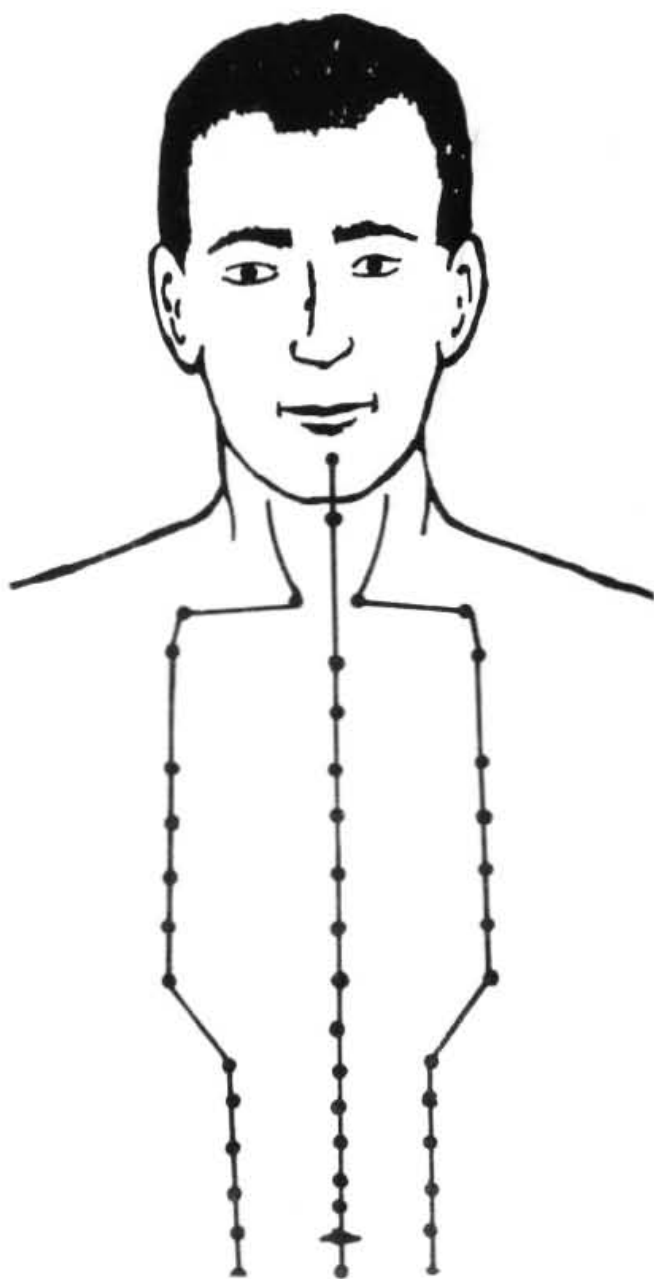

FIGURA 1
- Na acupuntura, a aplicação de estímulos elétricos através das próprias agulhas tem sido usada por especialistas para acelerar os efeitos desejados. (figura 1)